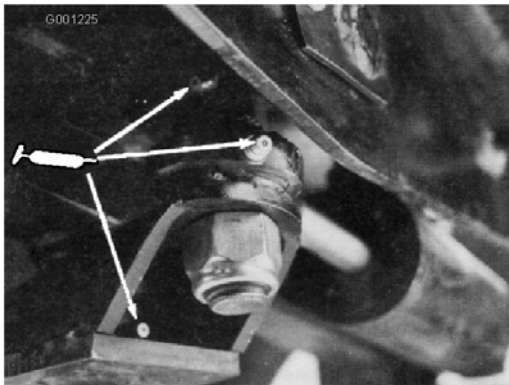

図 42
- ・ ステアリング・プレートのブッシュ (図 42)
- ・ アクスル・ピンのブッシュ (図 42)